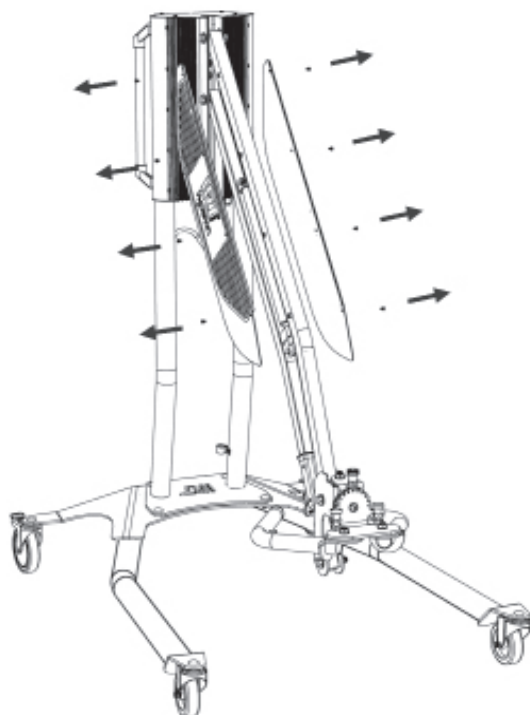

Figura 1
1. Rimuovere le quattro viti che fissano il coperchio che si trova su entrambi i lati del braccio. (figura 1)